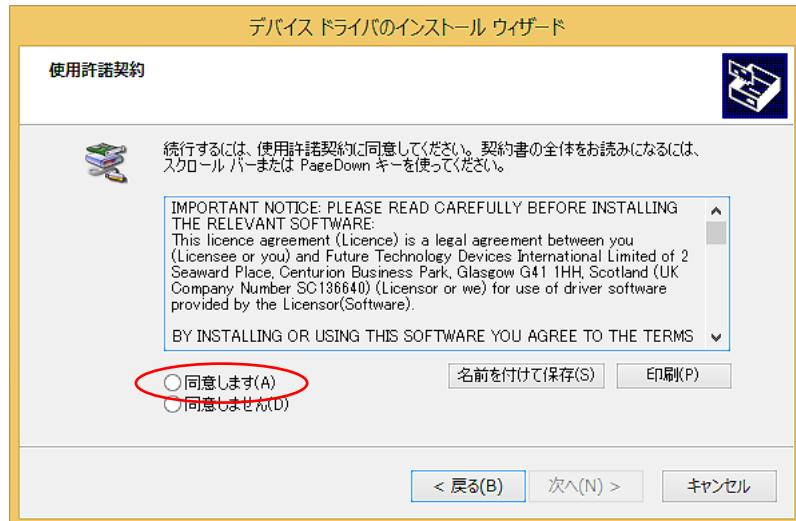

図 10：使用許諾契約
④ 「次へ」をクリックすると図 10：使用許諾契約画面が表示されます。